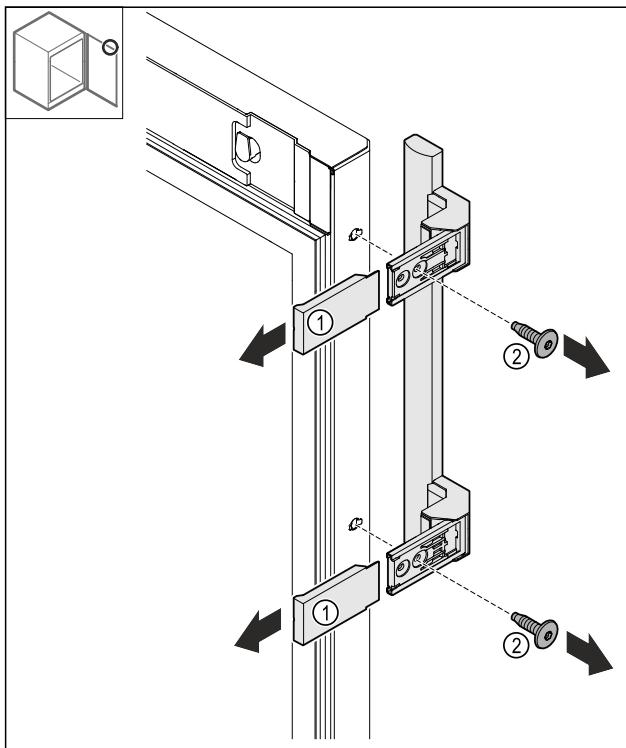

Fig. 25
- Trekk av dekslene Fig. 25 (1).
- Løsne skruene Fig. 25 (2).